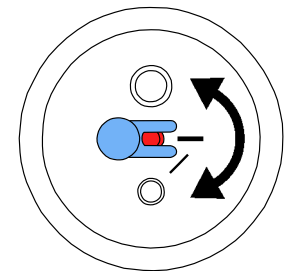

图 12
- 定量喷嘴必须用25-70µm砂罐来调整 (图 12) ！